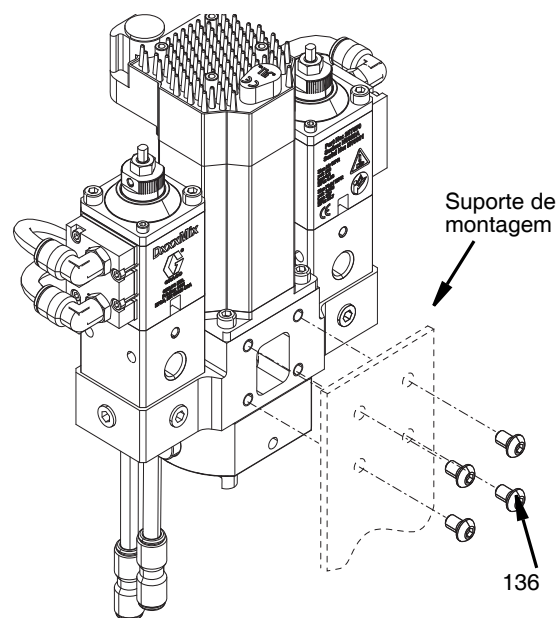

FIG. 26
A Válvula de Mistura Dinâmica Voltex é removida da fixação de montagem desaparafusando os quatro parafusos M6 - 1,0 x 10 (136). Consulte a FIG. 26.